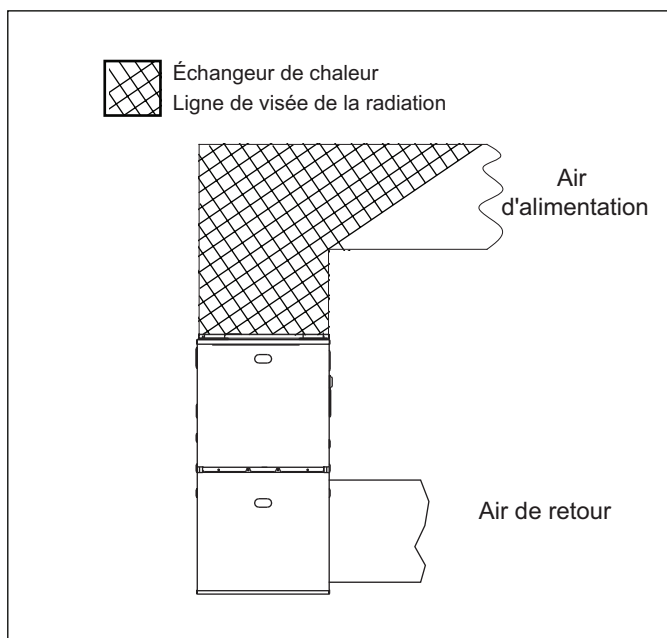

Figure 62 Mesure de l'élévation de température
2. Placez les thermomètres dans les conduits de retour et d'alimentation aussi près que possible de la fournaise. Les thermomètres ne doivent pas être influencés par la chaleur rayonnante en étant capables de « voir » l'échangeur de chaleur primaire (voir Figure 62).